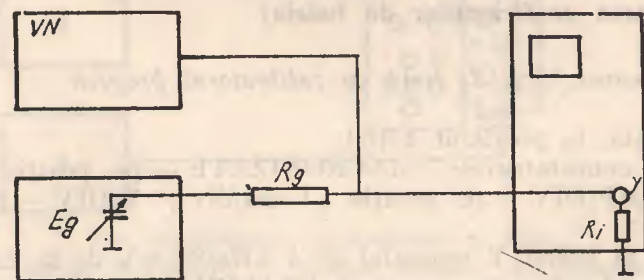

Fig. 12. Măsurarea rezistenței de intrare
- Se realizează montajul din fig. 12 (în care $R_g = 1 \text{ M}\Omega \pm 0,5\%$).